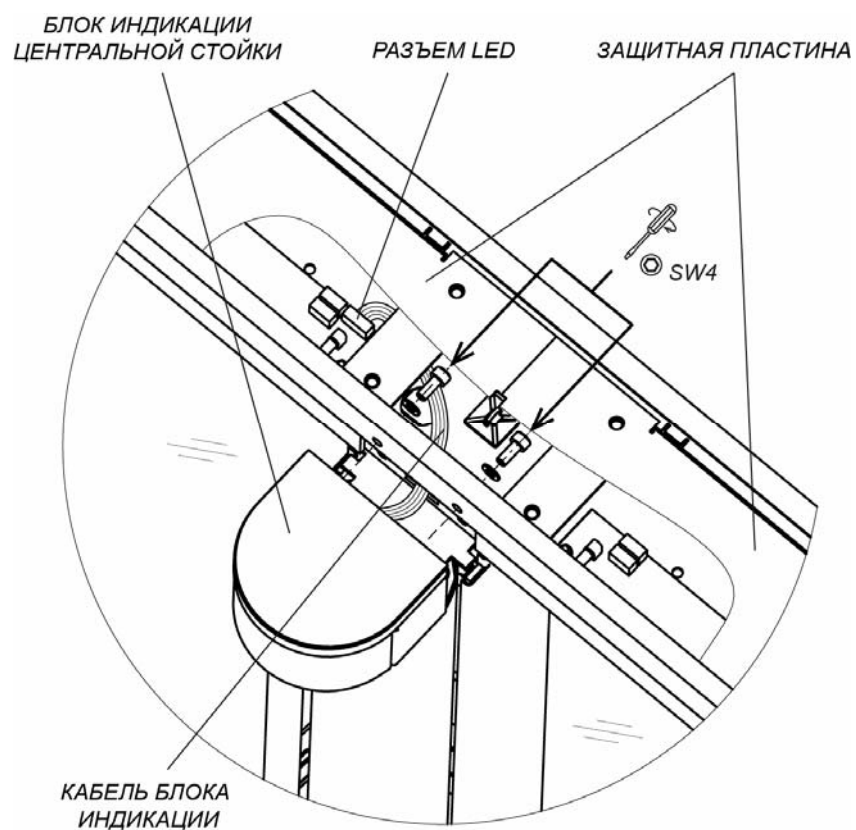

Рисунок 22. Монтаж блока индикации центральной стойки
Для установки блока индикации центральной стойки (3) (см. рис. 22):
3. Установите блок индикации на площадку, расположенную над поворотной опорой створки, и при помощи шестигранного ключа SW4 зафиксируйте его на верхнем коробе стойки (12), используя два винта М5×16 с шайбами из комплекта поставки.
Снятие блока индикации центральной стойки производится в обратном порядке. Перед этим необходимо демонтировать с секции турникета крышку стеклянную (10) (см. разд. 8.9.6, рис. 22, 23).